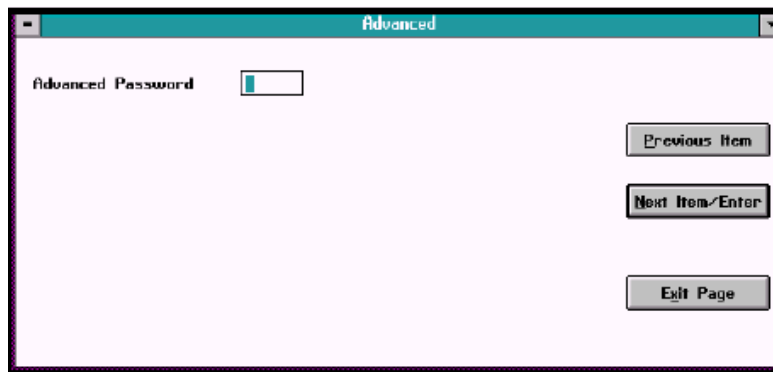

図 3-34 パスワード入力ウィンドウ
*Edit Functions* サブメニュー（3-2 ページの図 3-1）で *Advanced* をクリックします。図 3-34 に示すようにパスワードを問い合わせてきます。ユーザに割り当てられたパスワードについては、本章の最後を参照してください。